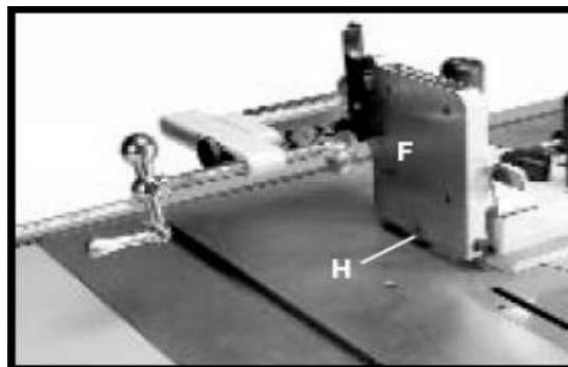

Рисунок 14
3. С вертикальным упором (F), Рис. 14, расположенным под прямым углом к столу, затяните до упора установочный болт (Н). Этот болт (Н) позволит быстро придать упору (F) строго вертикальное положение при его смещении.